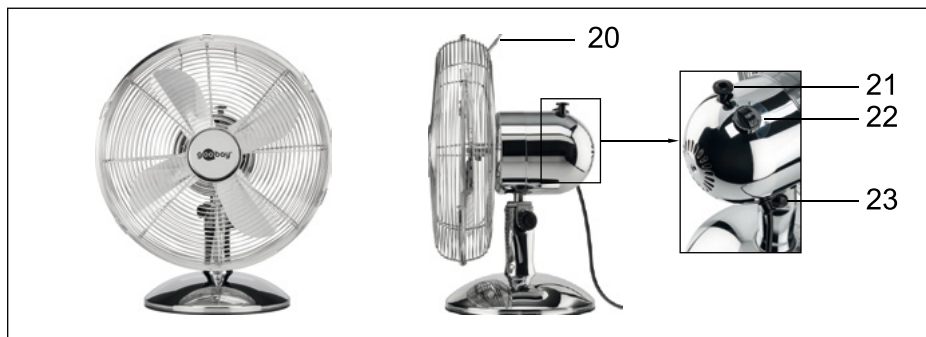

Fig.55: Volledig gemonteerde tafelventilator
1. Pak de ventilator aan de greep (afb. 55, nr. 20) en plaats op een stofvrij, stabiel en horizontaal oppervlak.
4. Draai de kantelschroef (afb. 55, nr. 23) los.
De ventilatiesnelheid kan met de draaischakelaar (afb. 55, nr. 22) in 3 standen worden ingesteld:
**AAN:** druk de pen voor de rotatie-instelling (19, afb. 55) in de motorbehuizing.